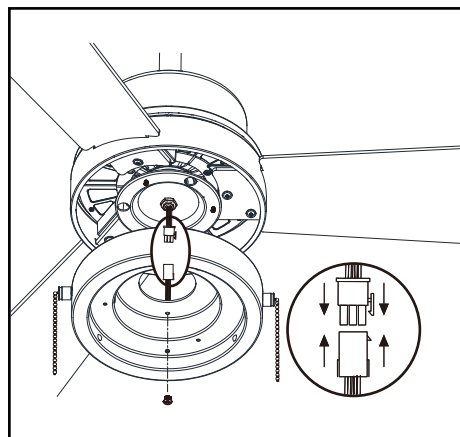

Figura 14
1. Quita un tornillo del soporte negro debajo del conjunto motor-ventilador. Afloja, pero no quites, los otros dos tornillos. (Figura 14)
2. Une el conector con 9 clavijas que sale de la parte inferior del motor del ventilador con el enchufe con 9 clavijas del kit de luces. Asegúrate de que los conectores encajen por completo. (Figura 14)
3. Fija la carcasa del kit de luces al conjunto motor-ventilador empujándola hacia arriba para enganchar las cabezas de los tornillos en las ranuras y gira en el sentido de las agujas del reloj para asegurar. Vuelve a instalar el tornillo que retiraste en el primer paso y aprieta cada tornillo. (Figura 14)